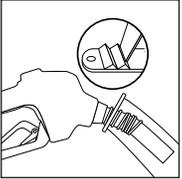

Ilustración 7
- ✓ Controle el flujo. Es posible que sea más rápido de lo que el tubo de llenado permite. (Vea la ilustración 7)